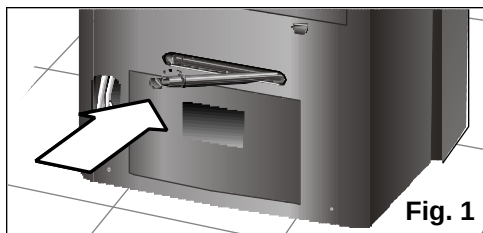

Fig. 1
- ☐ Asegúrese de que el tapón del desagüe esté bien metido, ya que puede haberse soltado durante el transporte, **Fig. 1**.